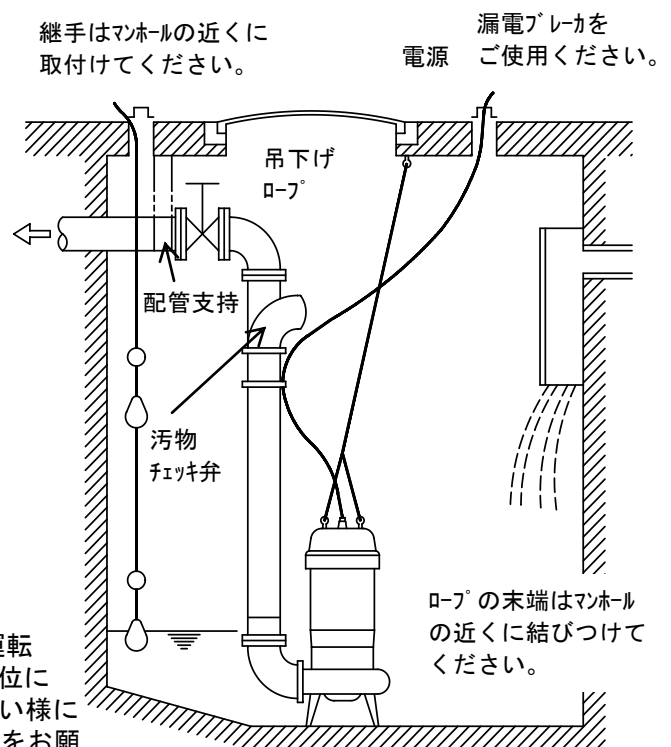
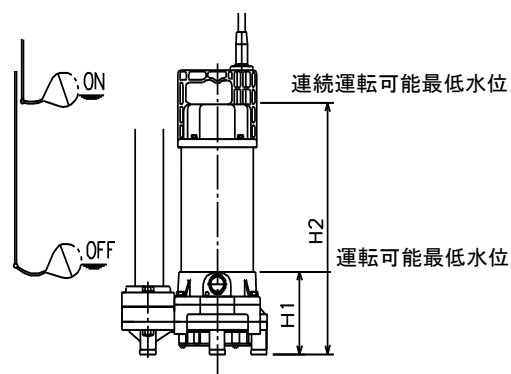

図 2
図 3
- (4) 槽内の流れがある場合には適当な配管を支持してください。(以上図 2 参照)
- (5) 配管は途中空気だまりのできないようにしてください。
- (6) 配管末端は水中に入れしないでください。ポンプを停止した時逆流します。
- (7) 配管にはポンプ 1 台毎に汚物チェック弁を取り付けてください。
- (8) 非自動形ポンプ(DWS 型)はフロートによる自動運転装置が内蔵されていないので、ポンプ運転水位には充分注意してください。ポンプの空運転がない様に図 3 の如く、必ず自動運転装置を設け水位設定をお願いします。運転可能最低水位での連続運転は 10 分以内にしてください。これ以上長く運転しますと、電動機内蔵のオートカットが作動しポンプが停止します。